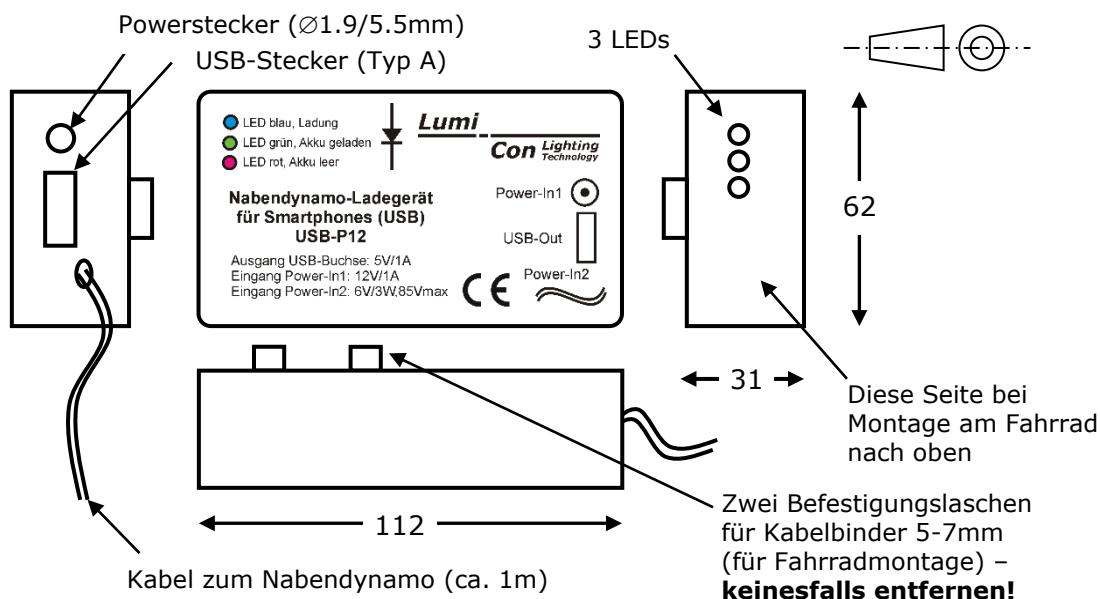

Bild 5: Abmessungen und Anschlüsse
**Die Befestigungslaschen (Bild 5) dürfen keinesfalls entfernt werden!**